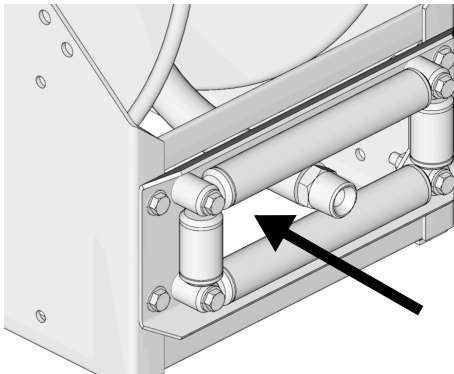

FIG. 15
5. Far passare l'estremità libera del flessibile attraverso i rulli, quindi avvolgere manualmente e fissare il flessibile sulla bobina (FIG. 15).